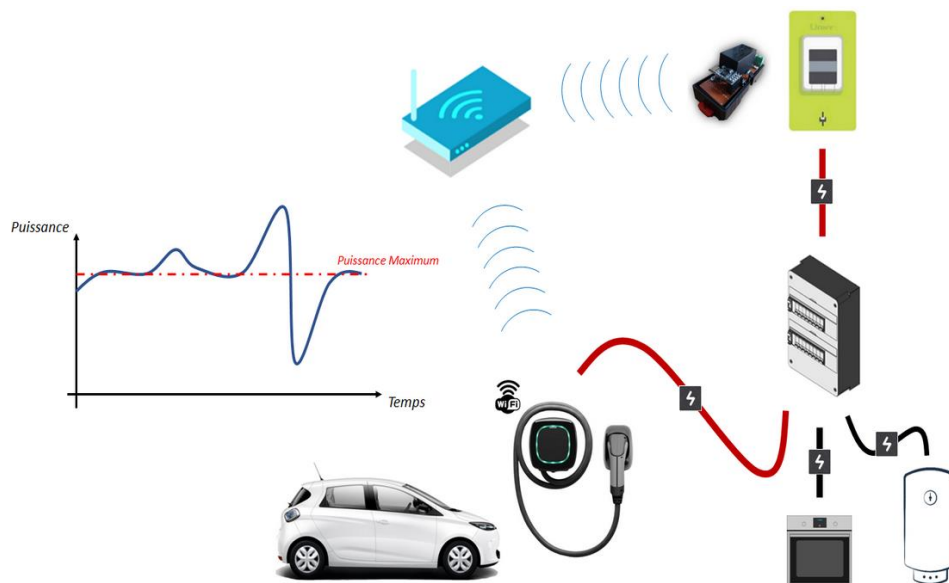

Figure 1 : Dispositif SmartCharger
Pour répondre à cette contrainte, le SmartCharger surveille en temps réel les données de consommation électrique du logement. Connecté au module TIC (fig.1) via le réseau Wi-Fi, ce dispositif intelligent adapte automatiquement la puissance de recharge du véhicule électrique (VE) afin de garantir une recharge sécurisée, sans dépassement de puissance et par conséquent, sans disjonction du compteur Linky. Se basant sur les informations **ISOUSC** et **IINST** respectivement les intensités souscrite et instantanée du Module TIC, le SmartCharger maximisera **IINST** par la variation de puissance du VE afin de ne jamais dépasser **ISOUSC** tout au long du cycle de charge.